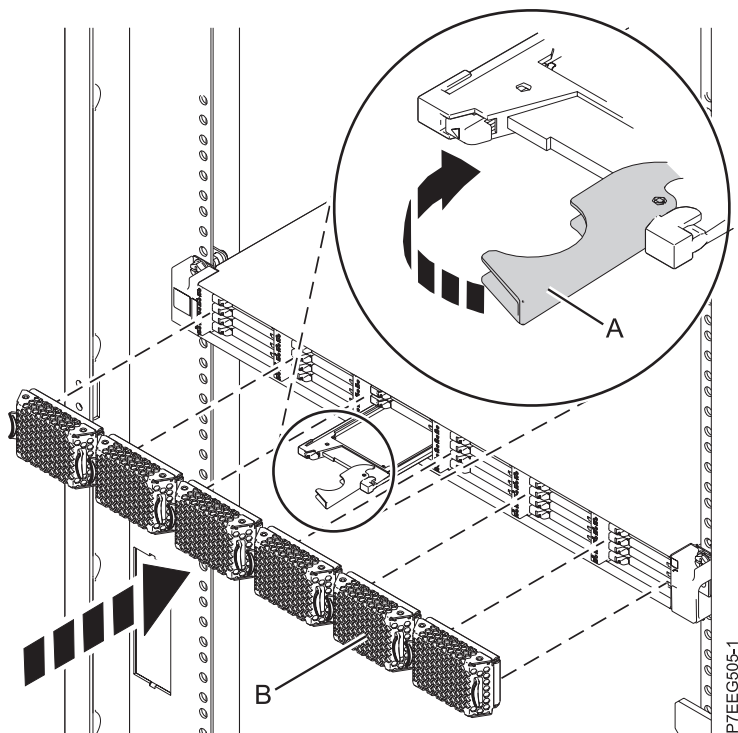

Figura 54. Sustitución de una unidad de estado sólido en Alojamiento de almacenamiento 5888 PCIe.
- Gire el asa (A) hasta la posición de bloqueo, como se muestra en Figura 54 en la página 92.
- Instale la placa frontal (B).